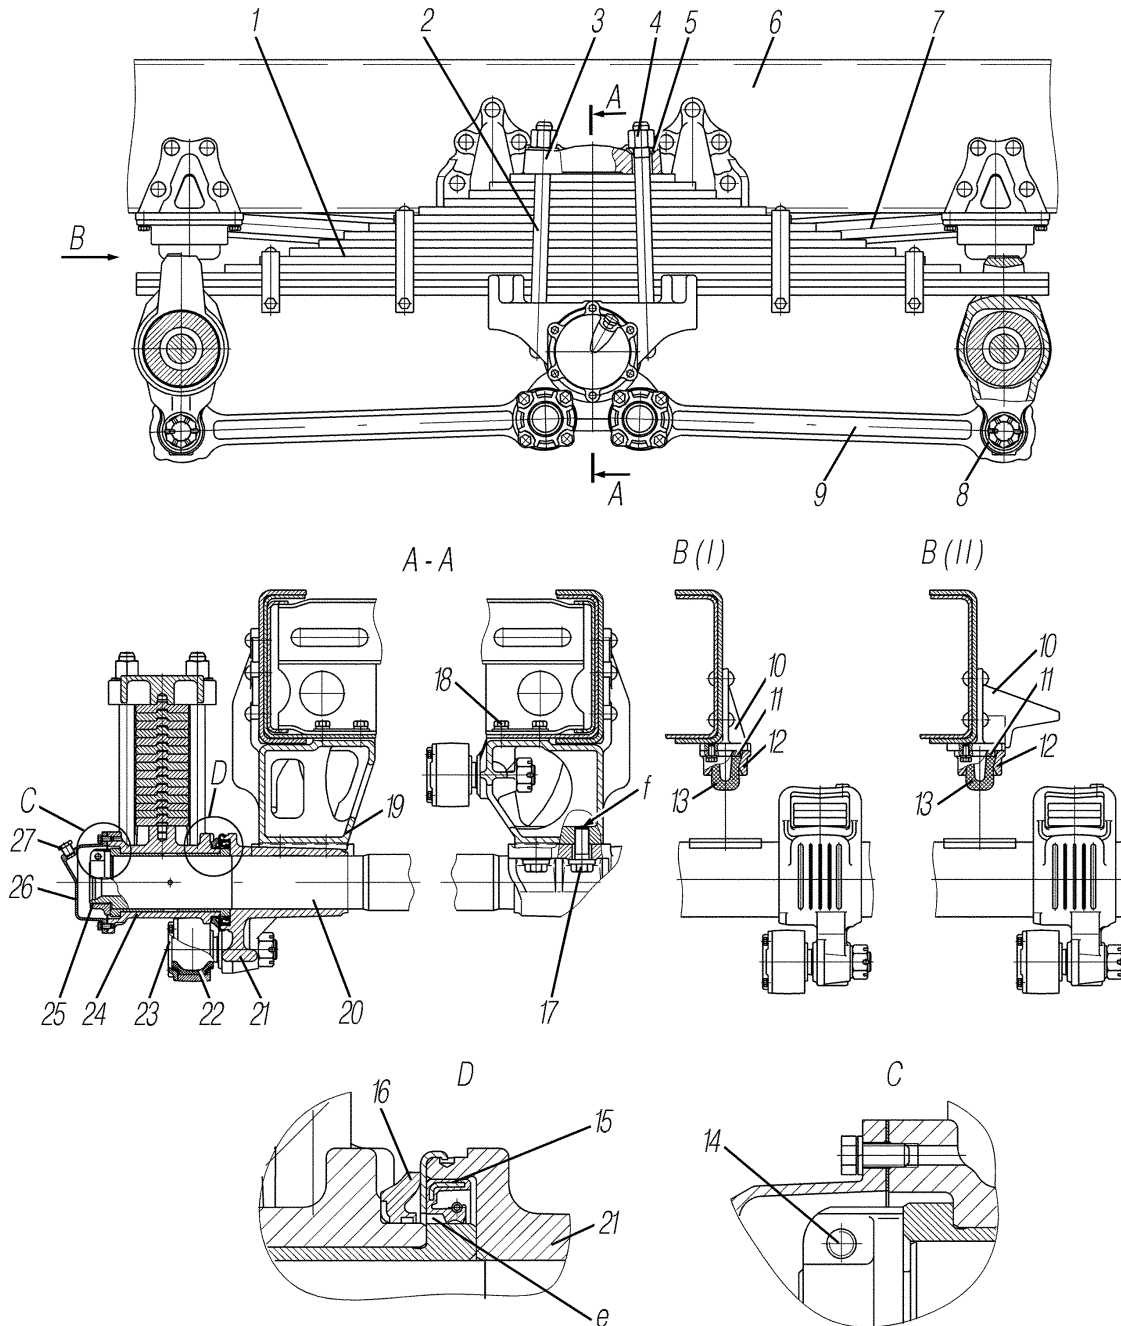

Рис. 13. Подвеска среднего и заднего мостов:
**Задняя подвеска** балансирного типа. Концы рессор входят в проушины опорных кронштейнов 8 (рис. 13).
Для снятия стремянок 2 (см. рис. 13) без отсоединения реактивных штанг поддомкратьте автомобиль, установите под ось балансира или раму подставку. Отверните гайки стремянок и снимите накладку рессоры. Опустите автомобиль на подставку так, чтобы между рессорой и балансиrom образовался зазор. Поверните балансир на небольшой угол и снимите стремянку.